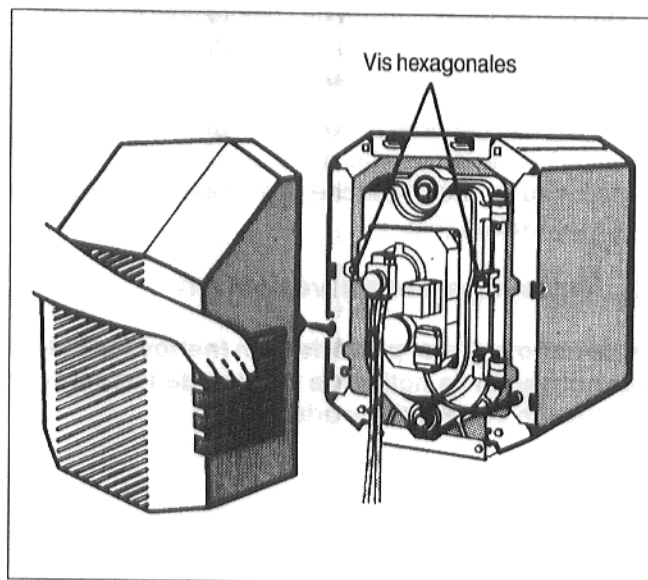

Fig. 38
- Dévisser les deux vis hexagonales de chaque côté de la porte du brûleur (Fig. 38). Faire pivoter la porte du brûleur pour l'ouvrir.
- Refermer la porte du brûleur et la visser à l'aide des deux vis hexagonales (Fig. 38). Serrer les vis uniformément.